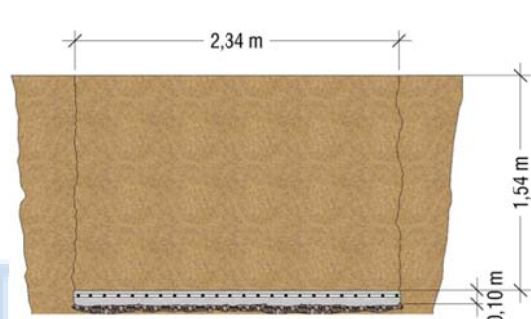
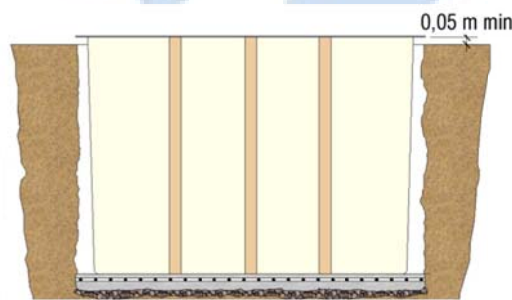

fig. 2 – Sezione trasversale: vano per alloggiamento con sottofondo –
fig. 4 – Posizionamento del locale nel terreno
- Posizionare la vasca di compensazione in VTR sopra un basamento rinforzato, meglio se realizzato in cemento, per conferire stabilità ed evitare rotture derivanti da sollecitazioni incongrue (fig. 2 e 3): la parte superiore, filo coperchio, deve emergere di almeno 5 cm dal piano finito del suolo per evitare l'ingresso dell'acqua derivante da forti piogge, allagamenti, etc. (fig. 4).